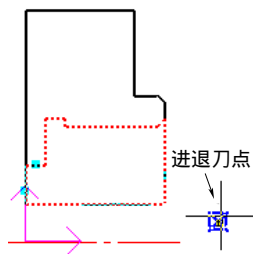

图 4-208 选择进退刀点
5) 选择进退刀点。指定一点作为刀具加工前和加工后所在的位置，如图 4-208 所示。要保证选取的点在进退刀时不会与工件干涉。